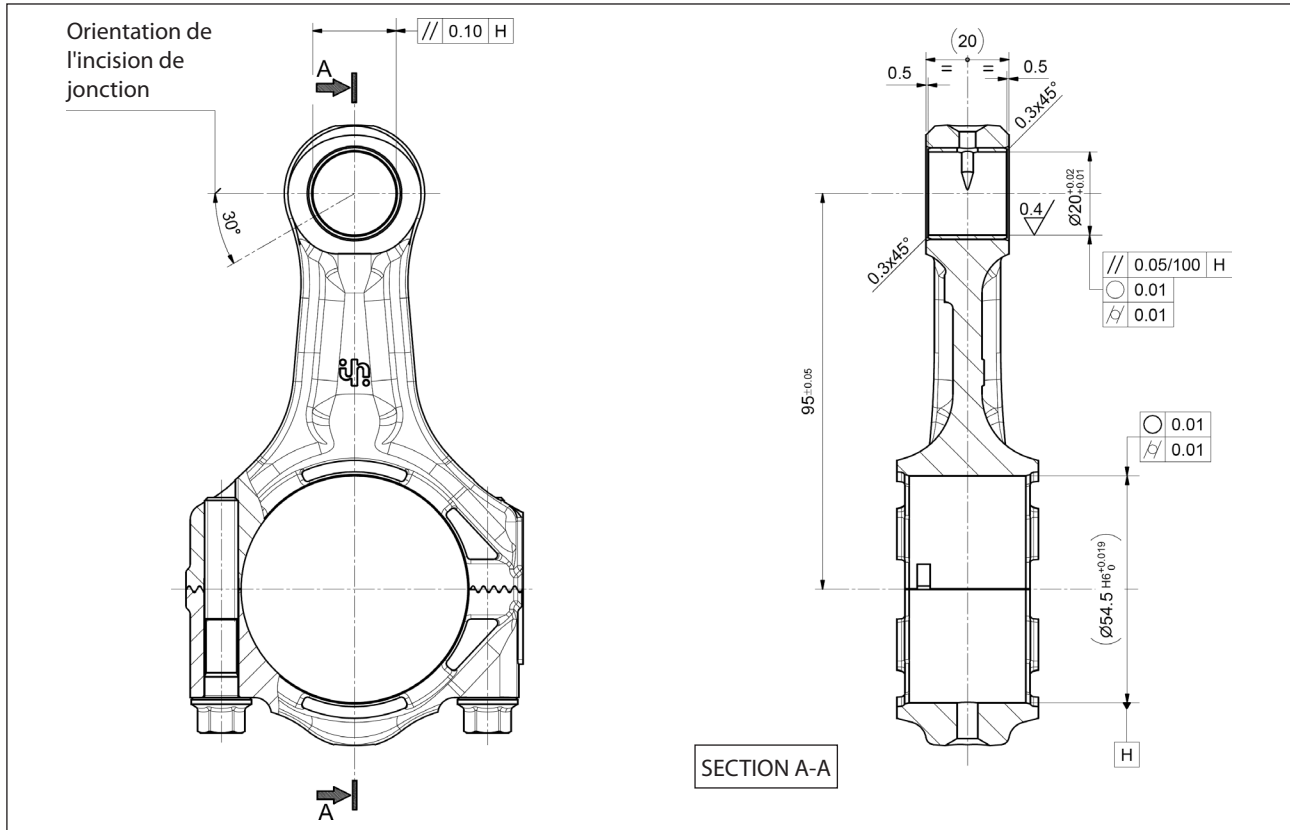

Fig. 35
- l'incision de la jonction doit être orientée comme l'indique la Fig. 35.
Après quoi, procéder aux opérations mécaniques en respectant impérativement les dimensions et les tolérances indiquées Fig. 35.